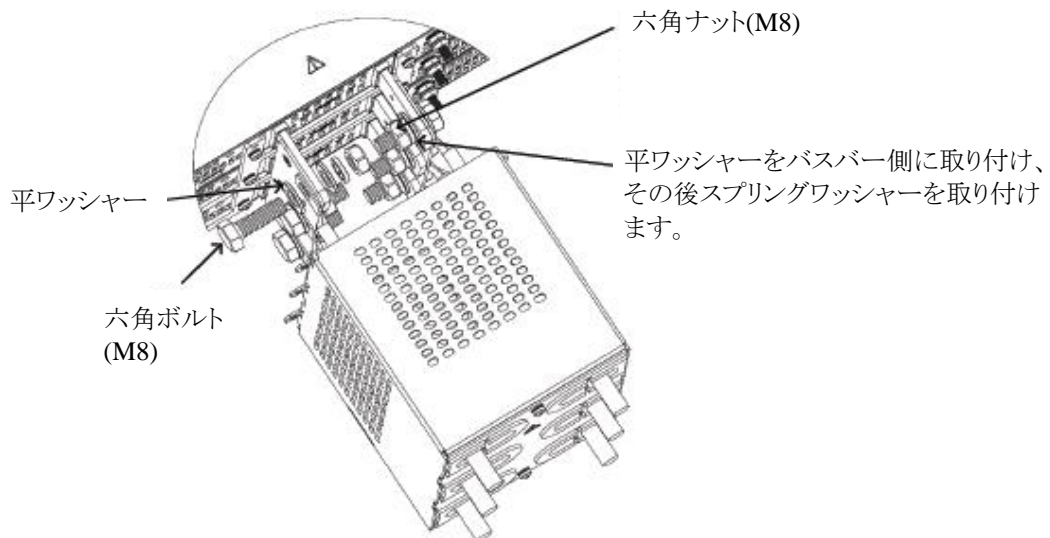

図4-49 負荷線の接続方法
3. 図4-49に示すように負荷線をバスバーに固定します。
(図4-49はGSP15kWの場合ですが、GSP10kWも同様です。)